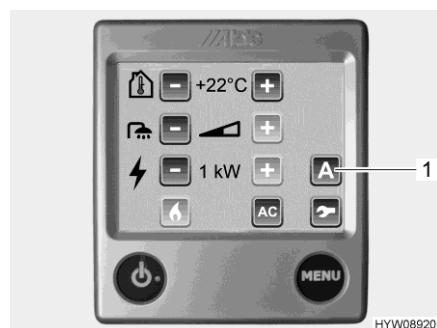

Fig. 122 Menu delle impostazioni (ventola aggiuntiva)
La ventola aggiuntiva viene azionata tramite la centralina di controllo (Fig. 122) del riscaldamento ad acqua calda.
- Premere il pulsante "A" (Fig. 122,1). Vengono visualizzate le funzioni.